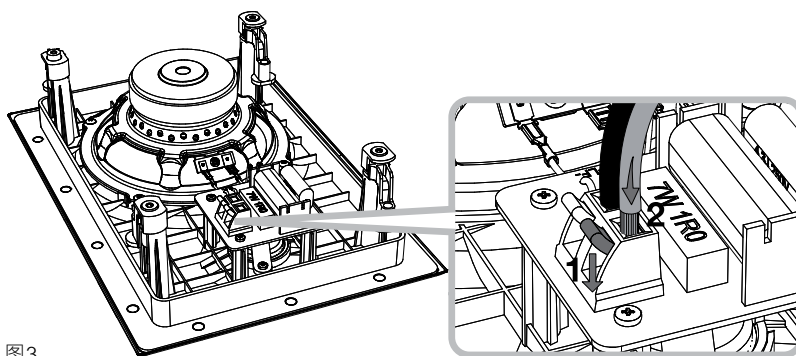

图3
4.3 现在请将扬声器接线连接到分频器板上的弹簧接线端。请确保扬声器连接的极性正确：连接到放大器正极端的接线应与扬声器上的红色弹簧接线端连接。同样，连接到放大器负极端的接线应与扬声器上的黑色弹簧接线端连接。图3说明了接线连接过程。